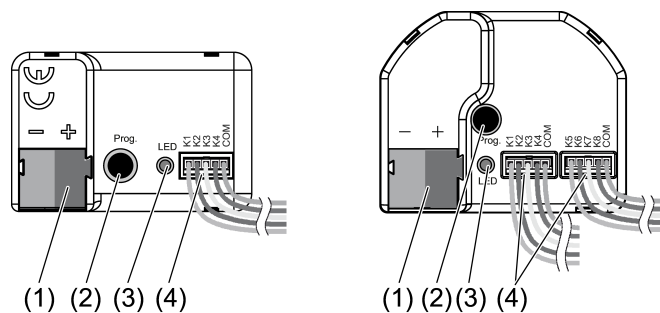

Figure 1: Conception de l'appareil
- Raccorder le bus avec une borne de raccordement KNX au raccordement KNX (1) (voir figure 1).